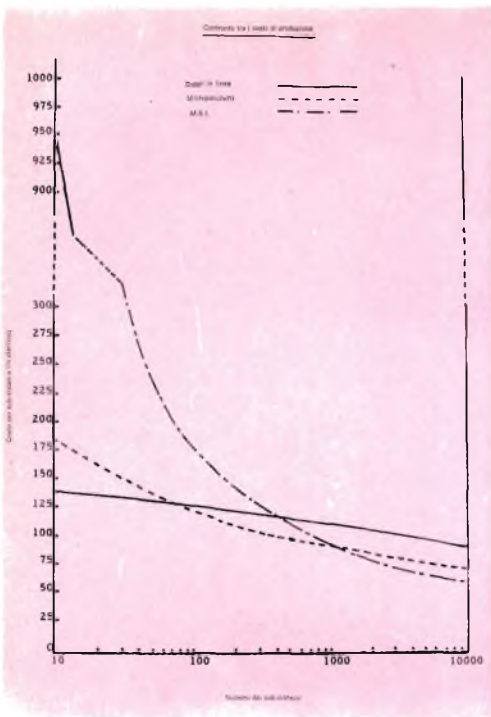

Fig. 5 - Confronto dei costi di produzione tra tre tecniche di interconnessione e tecnologia dei componenti, evidenziato con questo diagramma.
2) Dati britannici - Sotto certe condizioni tecniche (velocità, spazio e/o condizioni ambientali), i pacchetti a più basette già dimostrano miglioramenti nei costi in rapporto con i pacchetti singoli equivalenti. Ciò è illustrato graficamente nel diagramma riportato nella *fig. 5*, il quale confronta il costo di sistemi che impiegano pacchetti singoli, micropacchetti e MSI. Viene dimostrato che, su un gettito produttivo di circa 250, i micropacchetti cominciano ad essere più economici dei pacchetti singoli e che da quel limite la tecnica dei micro-